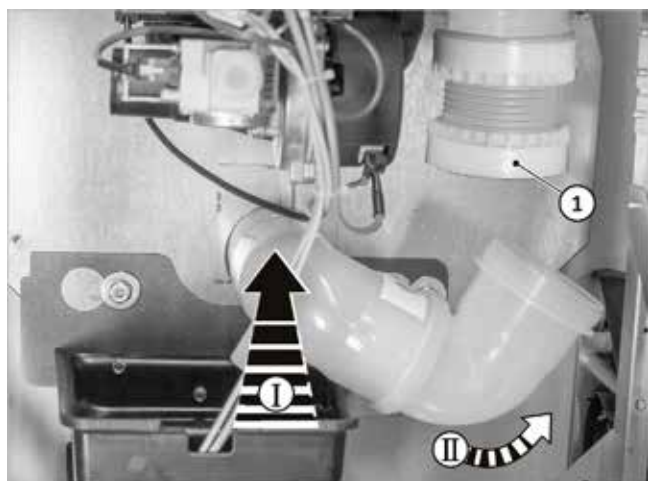

Fig. 38 : montage du coude d'évacuation des gaz
- Tirez l'écrou-raccord (cf. → fig. 38, 1) vers le bas et vissez-le avec le coude d'évacuation des gaz.